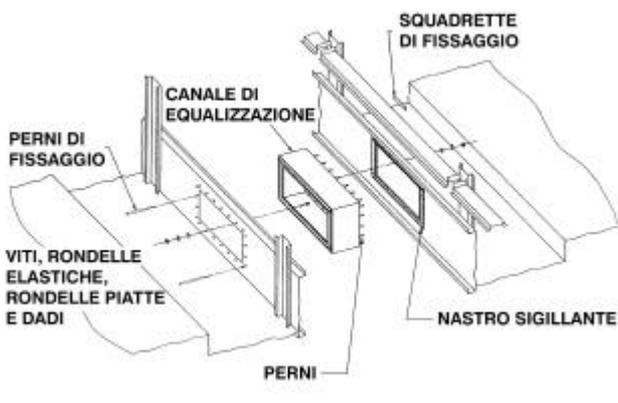

Figura 6 – Assemblaggio del canale di equalizzazione
2. Le flange di accoppiamento devono essere pulite, per rimuovere eventuale sporcizia, grasso o umidità. Applicare uno strato di nastro sigillante su un lato del pannello, in coincidenza dei fori del canale, come indicato nella Figura 6. Rimuovere la pellicola di carta dal nastro sigillante.
6. Allineare i fori di fissaggio del canale di equalizzazione a mezzo di appositi perni (non inclusi nella fornitura Evapco), facendo coincidere le due sezioni bacino, come indicato nella Figura 6.